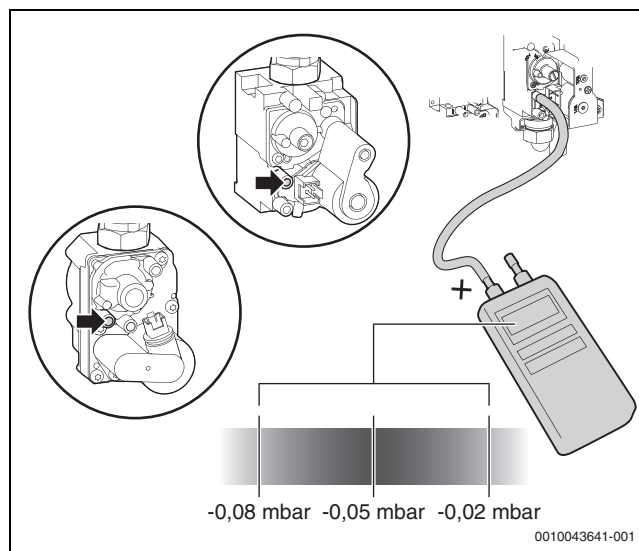

Fig. 38 Mesurer la pression différentielle
- ▶ Ouvrir la vis de mesure pour la pression différentielle de la soupape gaz (→ Figure 38).
- ▶ Mesurer la pression différentielle de la vanne de gaz (→ Figure 38). La pression différentielle idéale est de -0,05 mbar.